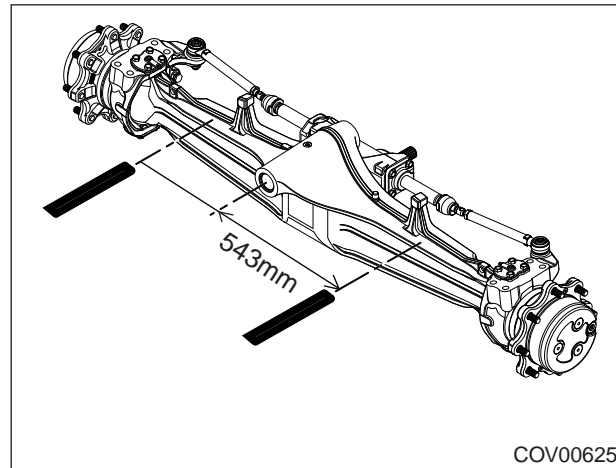

Рис. 11.1 - Закрепление буксировочных тросов
- Тросы следует обмотать с двух сторон вокруг переднего моста, соблюдая осторожность, чтобы не повредить тормозные магистрали, гидравлические шланги и т. д. Они должны быть расположены в 543 мм по обе стороны от центра моста (см. Рисунок 11.1).